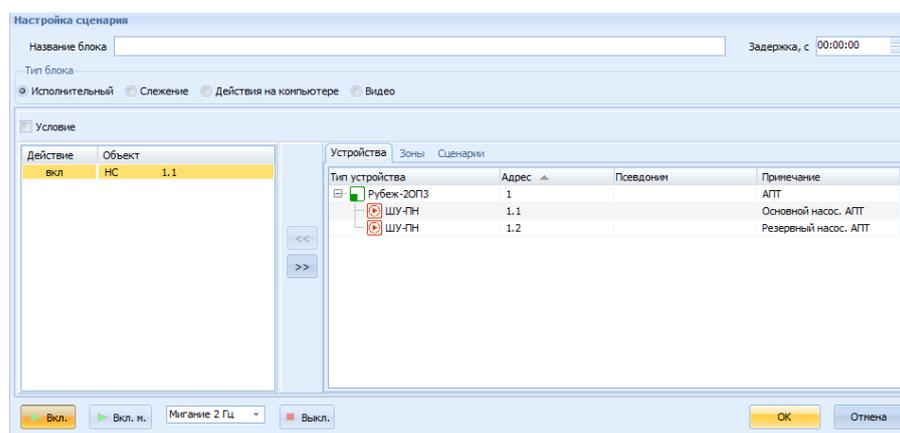

Рис. 19 Окно **Настройка сценария**, добавление исполнительного блока
- в открывшемся окне **Настройка сценария**, указать **Тип блока** – Исполнительный, перенести НС (адрес 1.1) из поля **Все** в поле **Выбранные**, и нажать кнопку **Вкл.** в нижней части окна (Рис. 19), после чего нажать **Ок**.